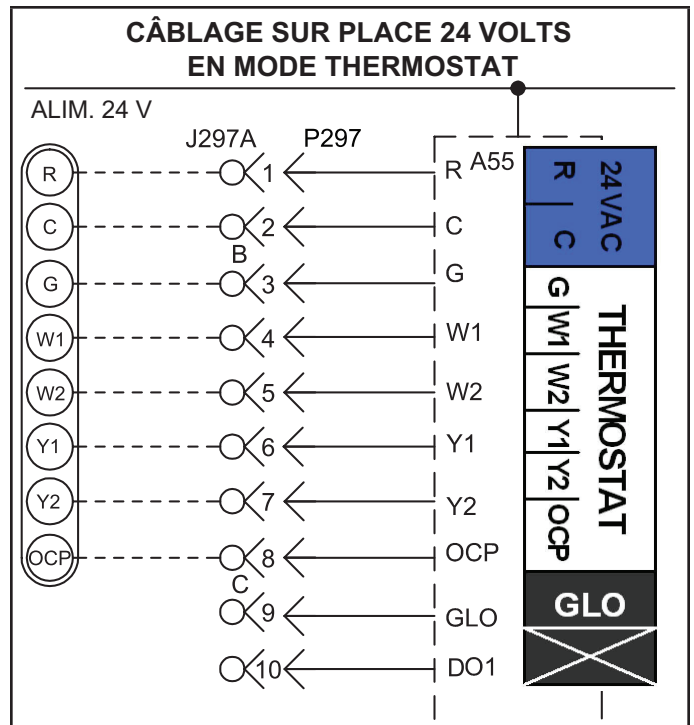
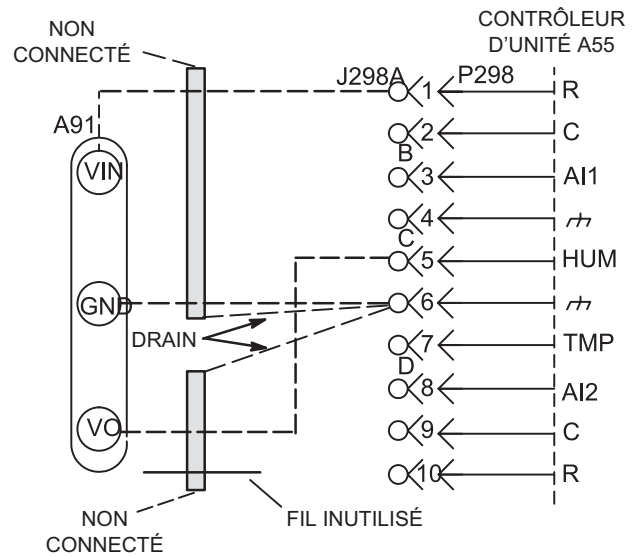
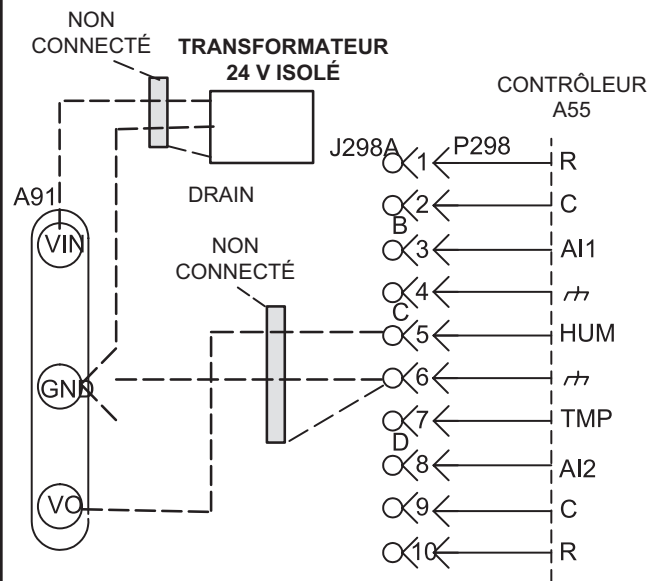

FIGURE 15
FIGURE 18
FIGURE 19
- 4 - Câbler comme indiqué à la FIGURE 15 pour les thermostats électromécaniques et électroniques. En cas d'utilisation d'autres dispositifs de contrôle de la température ou de systèmes de gestion de l'énergie, se reporter aux instructions et au schéma de câblage fournis par le fabricant.
- 2 - Effectuer les connexions de câblage comme indiqué à la FIGURE 15 pour le mode thermostat ou à la FIGURE 16 pour le mode capteur de zone. En outre, connecter un capteur d'humidité ou une entrée de déshumidification. Se reporter à la FIGURE 18 ou FIGURE 19 pour le câblage du capteur d'humidité ou à la FIGURE 17 pour le câblage de l'entrée de déshumidification.
Utiliser deux câbles blindés séparés contenant des paires torsadées de 20 AWG minimum avec un blindage global. Belden type 8762 ou 88760 (plénum) ou équivalent. Connecter les deux fils de drainage du blindage du câble au contrôleur de l'unité comme indiqué à la FIGURE 18.
Utiliser deux câbles blindés séparés contenant des paires torsadées de 18 AWG minimum avec un blindage global. Belden type 8760 ou 88760 (plénum) ou équivalent. Connecter les deux fils de drainage du blindage du câble au contrôleur de l'unité comme indiqué à la FIGURE 18.
Utiliser un transformateur 24 VCA local et isolé tel que le Lennox (no. cat. 18M13) (20 VA minimum) pour alimenter le capteur d'humidité relative comme indiqué à la FIGURE 19. Utiliser deux câbles blindés contenant des paires torsadées de 20 AWG minimum avec un blindage global. Belden type 8762 ou 88760 (plénum) ou équivalent.